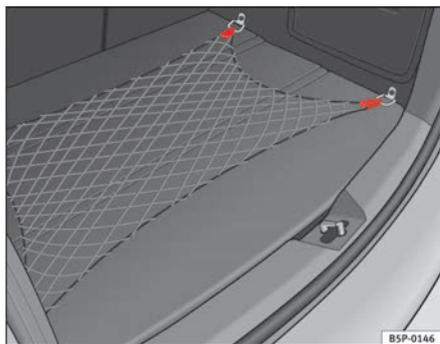

Abb. 107 Gepäckraumnetz
- Verwenden Sie zur Befestigung des Gepäckraumnetzes die seitlichen Befestigungsringe im Gepäckraum ⇒ Abb. 107